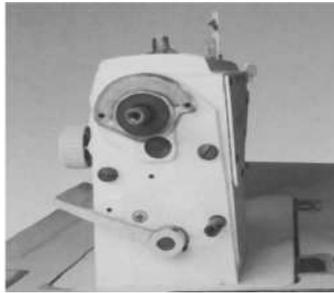

figura 5
- A. Desmonte el volante de la máquina y fije el sincronizador en los dos orificios.(ver figura 5 y 6)